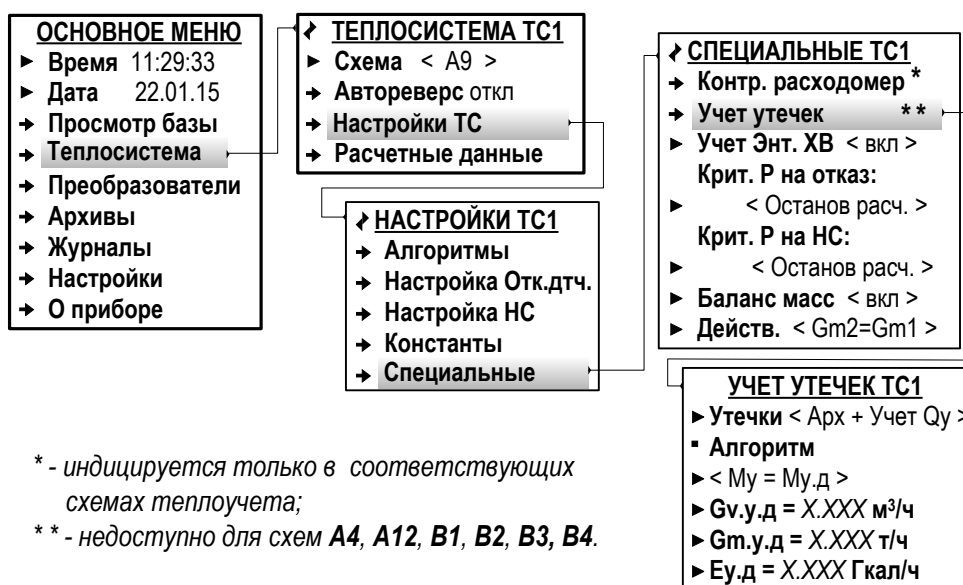

Рис.21. Вид меню «Учет утечек» (режим СЕРВИС).
- 7.4.8.1. В ТВ учет утечек не предусмотрен для схем теплоучета **A4, A12, B1, B2, B3, B4**. Для остальных схем теплоучета включение функции учета утечек выполняется в меню **Теплосистема / Настройки ТС / Специальные / Учет утечек** (рис.21).
7.4.8.6. Отключение функции учета утечек выполняется в меню **Тепло-система / Настройки ТС / Специальные / Учет утечек** (рис.21) после установки значения **Откл** для параметра **Утечки**.
7.4.9.1. В тепловычислителе предусмотрена функция **Баланс масс** в системе отопления (для закрытых схем теплоучета), позволяющая пересчитывать значения массового расхода в подающих (**Gm1**, **Gm3**) и обратных (**Gm2**, **Gm4**) трубопроводах контролируемых теплосистем. Включение функции происходит после установки значения **вкл** для параметра **Баланс масс** в подменю **Теплосистема / Настройки ТС / Специальные** (рис.21).